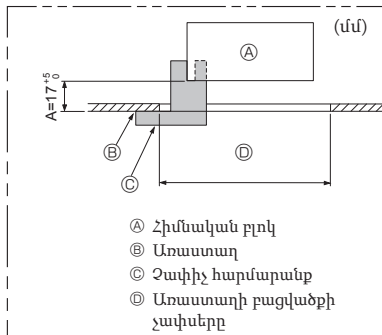

Fig. 3-7
- Համոզվեք, որ A-ն կատարված է 17-22 մմ սահմաններում: Այս միջակայքին չհամապատասխանելու դեպքում սարքը կարող է վնասվել: (Fig. 3-7)